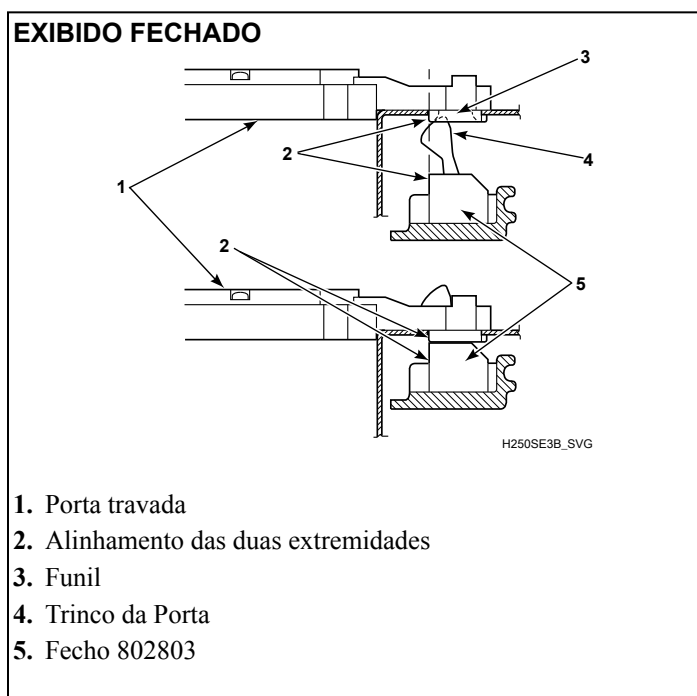

Figura 9
6. Ajuste o fecho da porta para que a borda externa fique alinhada com a borda da trava. Consulte *Figura 9*.
7. Inspeção visualmente se o fecho da porta engata adequadamente ao funil da montagem do interruptor/trinco da porta. Consulte *Figura 9*.